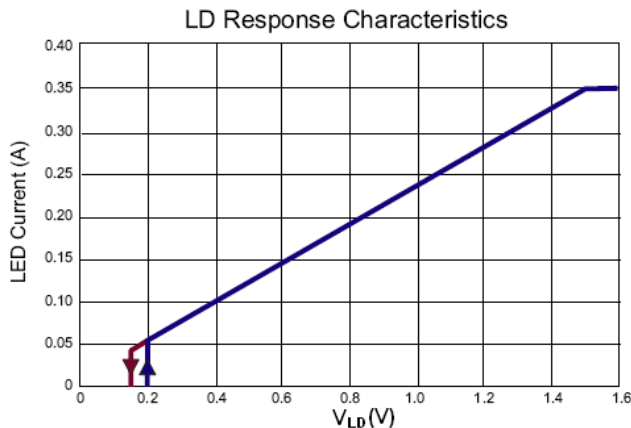

图3. SQ9961B LED 驱动器的典型线性调光响应
当 LD 上的电压低于 1.5V 时，内部 265mV 参考恒定电流反馈将被 $(V_{LD} \times 0.177)$ 覆盖。只要电感器中的电流保持连续，LED 电流由上面的等式 (3) 给出。但是，当 V_{LD} 低于 150mV 时，GATE 输出将被关闭，无输出讯号。当 V_{LD} 超过 200mV 时，GATE 信号恢复。在某些应用中，这需要能够通过控制亮度的相同信号输入关闭 LED 灯。典型的线性调光响应如图 3 所示。